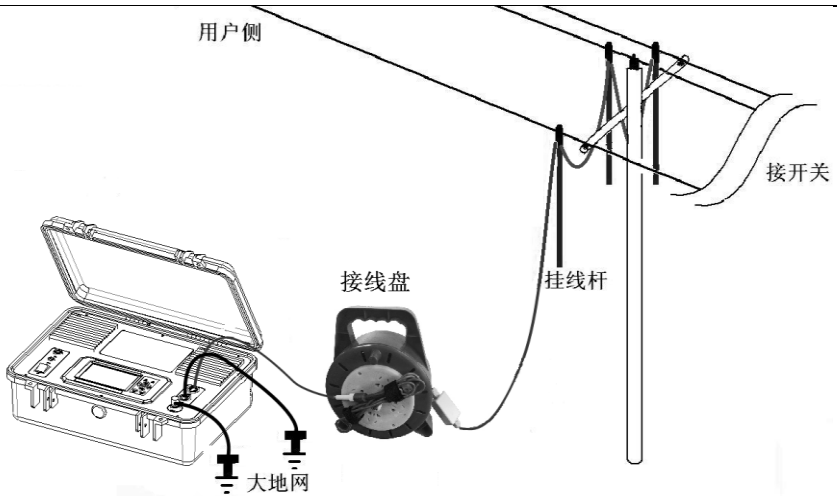
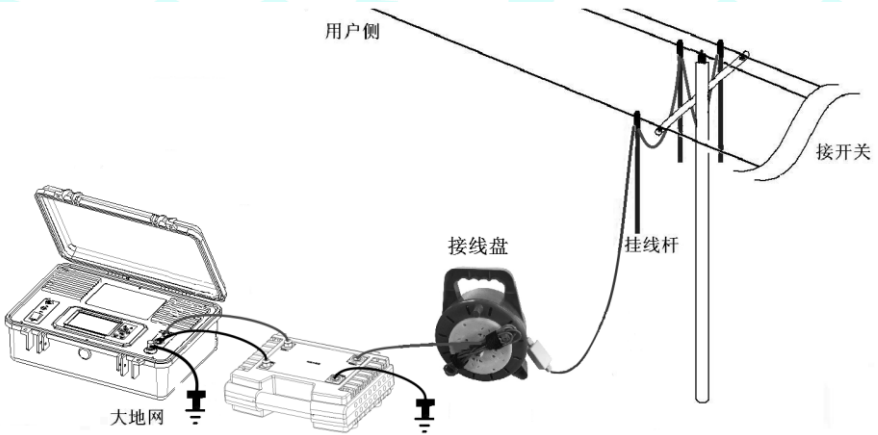
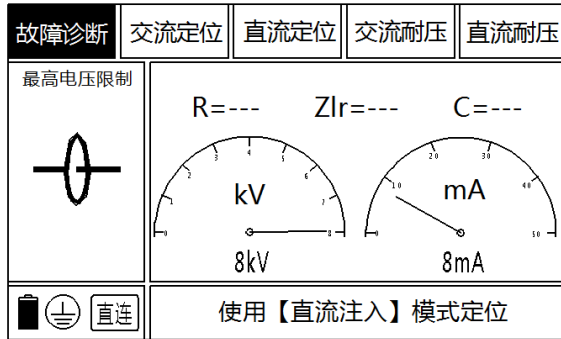
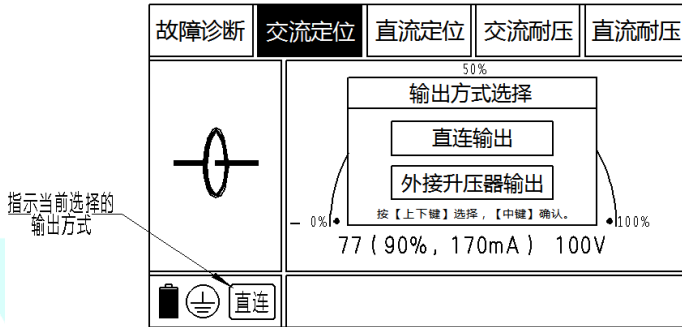

图 3-2-1 直连输出方式
图 3-2-2 外接升压器输出方式
图 3-3-1 参数测量界面
图 3-4-1 交流定位输出方式选择
交流定点-直连输出方式适用于低阻故障，测试地接地电阻影响环路电阻，所以该方式下要求测试地接地必须良好，请选择具有良好接地点的位置注入信号如图3-2-1。交流定点方式为减小分布电容的影响，建议在整条线路的中点注入信号。
检测线路故障状态，分别采用直流和交流方式，测量线路过渡电阻 R ，交流阻抗 Z_{lr} ，分布电容 C ，给出合适的定点方式。故障诊断界面如图 3-3-1：接线采用直连输出方式如图 3-2-1 所示。
使用交流定位前，需要选择正确的输出方式如图 3-4-1，并正确接线。直连输出接线如图 3-2-1，外接升压器输出接线如图 3-2-2。
- 按图 3-2-1 直连输出方式接线，设置发射机为交流定位-直连输出方式，启动高压输出。
同交流定位-直连输出方式，接线方式采用图 3-2-2 外接升压器输出接线。发射机显示电压电流参数为交流升压器实际输出。扇形半径表示电流大小，最大 33mA。